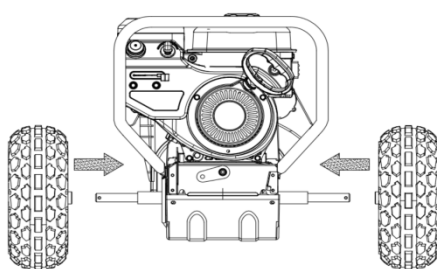

Figure 1
1. Installez le pneu gauche et le pneu droit comme indiqué sur la figure 1.